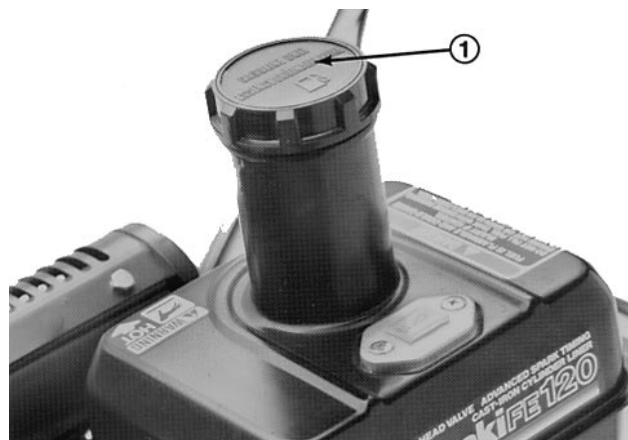

Fig. 2
1. Pulire la superficie circostante il tappo del serbatoio e togliere il tappo (Fig. 2). Riempire il serbatoio del carburante con benzina senza piombo fino alla base del filtro. NON RIEMPIRE TROPPO.